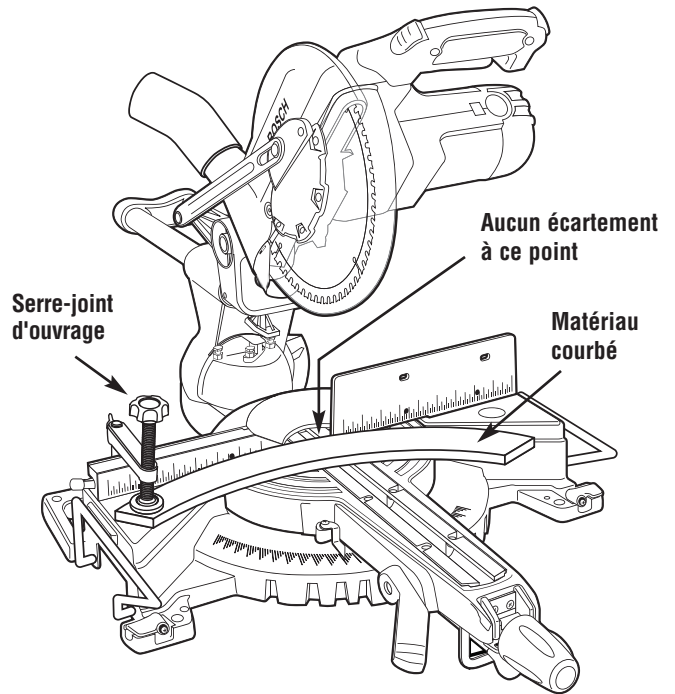

Figure 35. Matériau courbé
**⚠ AVERTISSEMENT** Si l'ouvrage est courbé ou gondolé, cramponnez-le avec la face courbée extérieure dirigée vers le guide. Assurez-vous toujours de l'absence d'un écartement entre l'ouvrage, le guide et la table le long de la ligne de coupe. Les ouvrages pliés ou gondolés peuvent se tordre ou culbuter, et peuvent faire gripper la lame de scie en rotation durant la coupe (Figure 35).